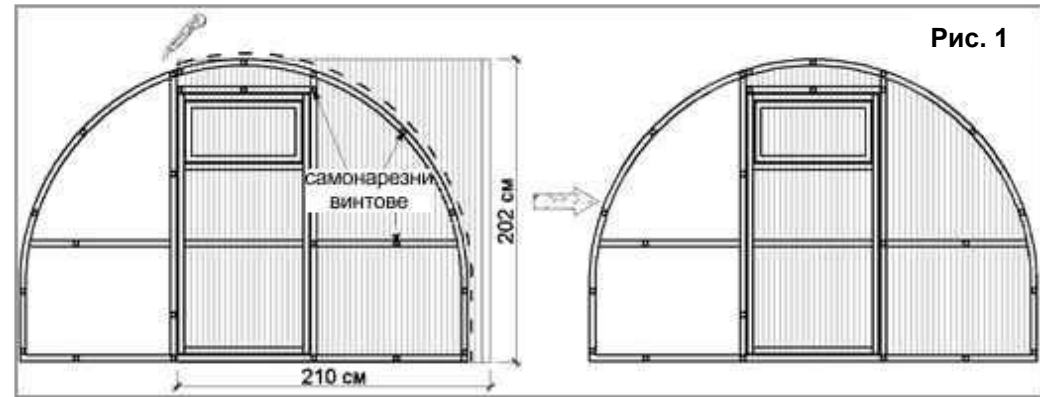

Рис. 1
5.1.2. Наложете една от частите (202x210 см) на челния панел както е показано на рис.1, каналите на поликарбоната трябва да са разположени вертикално. Изравнете го от всички страни и закрепете със самонарезните винтове по челния панел, според пробитите отвори. Изрежете поликарбоната равно по дъгата.